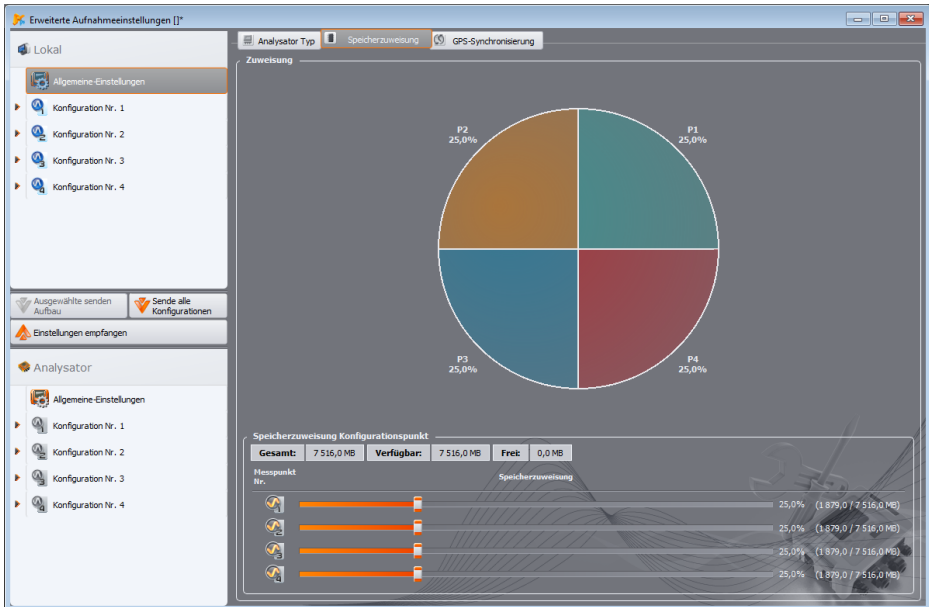

Abb. 19. Fenster der Speicherzuweisung
- **PQM-701 PQM-702 PQM-703 PQM-710 PQM-711** **SPEICHERZUWEISUNG:** diese Registerkarte (Abb. 19) ermöglicht die Zuweisung von Speicherplatz auf der Karte für individuelle Messkonfigurationen. Die vier Schieberegler bestimmen die Menge des für die Konfiguration zugewiesenen Speichers (in MB und %). Eine Visualisierung der Zuweisung ist im mittleren Abschnitt dargestellt. Der gesamte freie Speicherplatz auf der Karte (100%) kann frei auf die vier Konfigurationen aufgeteilt werden. Es ist möglich, den vollständigen Speicherplatz einer Konfiguration zuzuweisen; die Aufzeichnung in den anderen Konfigurationen ist dann nicht möglich, es ist nur eine Vorschau der aktuellen Netzwerkdaten verfügbar. Alle Messkonfigurationen werden linear in den Speicher geschrieben, sobald der Speicher für eine Messkonfiguration voll ist, wird die Aufzeichnung beendet. Bitte beachten Sie, dass bei einer Änderung der Speicherzuweisung alle Daten auf der Speicherkarte gelöscht werden müssen. Es ist daher ratsam, diese Daten vorher auszulesen und auf der lokalen Festplatte zu speichern.